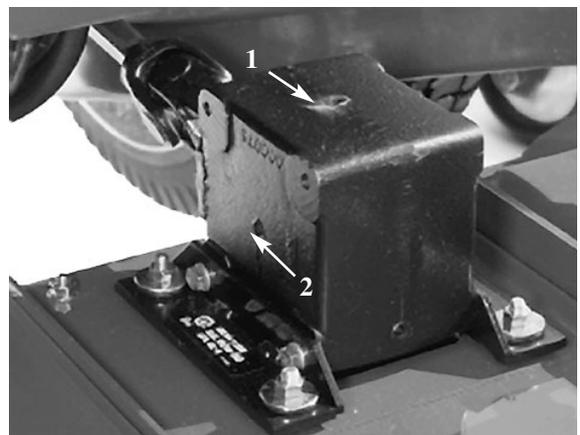

Bild 6
2. Die Prüfschraube aus der Seite des Getriebes entfernen und sicherstellen, daß der Ölstand die Unterseite des Lochs erreicht (Bild 6). Bei niedrigem Ölstand die Füllschraube aus der Oberseite des Getriebes entfernen und genug Öl nachfüllen, bis der Ölstand die Unterseite des seitlichen Lochs erreicht.